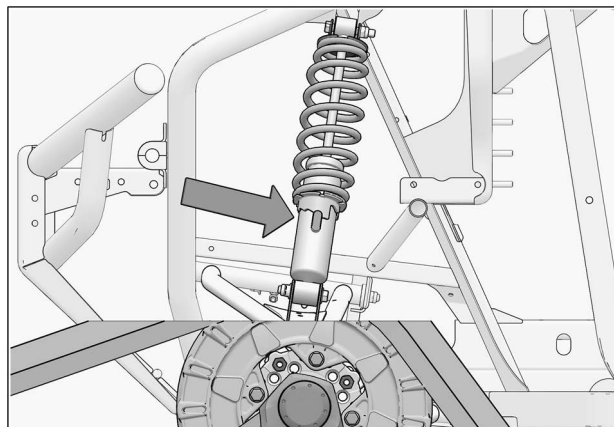

Fig. 32
1. Vérifier l'ajustement de la suspension; si les amortisseurs sont réglables, ils doivent être réglés au niveau le plus ferme pour permettre un maximum de dégagement entre les systèmes et les ailes du véhicule. Voir la Fig. 32